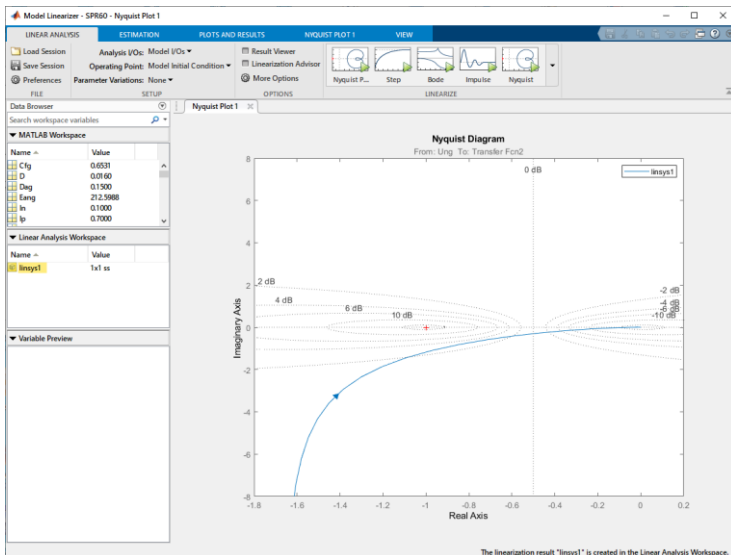

Рис. 6.6. АФЧХ разомкнутой САР ГПТ
Диалоговое окно линейного анализа с АФЧХ, ЛАЧХ и ЛФЧХ разомкнутой САР ГПТ представлены на рис. 6.6 и 6.7
5. В главном меню рабочего окна Simulink выберите позицию Analysis | Control Design | Linear Analysis... (в версии MatLab2021 вкладка APPS | Model Linearizer). Данная команда выдает на экран окно линейного анализа. В верхнем кнопочном меню данного окна выберите требуемую характеристику: Nyquist – АФЧХ, Bode Plot – логарифмические частотные характеристики. Внешний вид данных характеристик приведен на рис. 6.6 – 6.7.
8. В отчете приведите исходные данные ДПТ и ГПТ, структурную схему САР ГПТ, построенную вами, а также кривые, снятые с использованием инструмента линейного анализа по рис. 6.6 – 6.7.